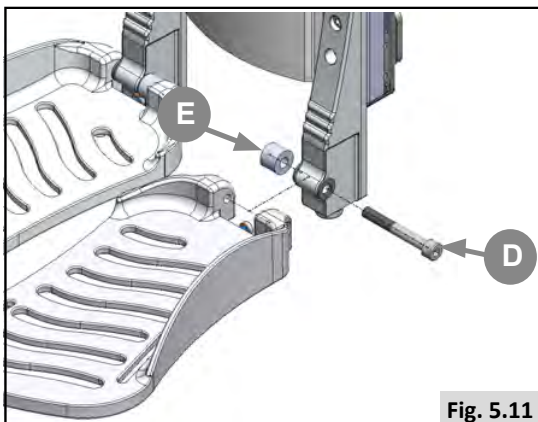

Fig. 5.11
- Retirez le boulon (D) avec une clé hexagonale (Fig. 5.11).
- Déplacez l'entretoise (E) de l'intérieur du repose-pieds vers l'extérieur.